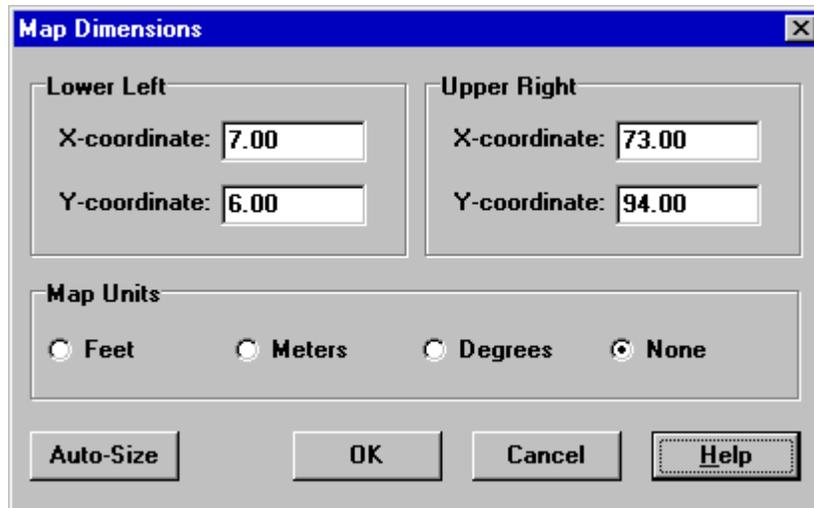

Fig. 7.1: cuadro de diálogo de dimensiones del mapa.
2. Ingrese la información sobre las dimensiones nuevas en el cuadro de diálogo Map Dimensions (Dimensiones del mapa) que se muestra en la fig. 7.1 o haga clic en el botón **Auto-Size** (Ajustar automáticamente el tamaño) para que EPANET calcule las dimensiones en función de las coordenadas de los objetos incluidos en ese momento en la red.